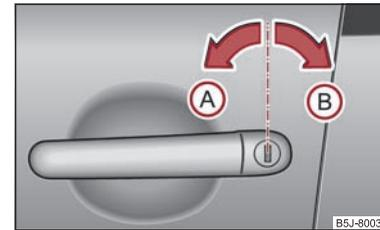

Abb. 25 Schlüsseldrehungen zum Ent- und Verriegeln
- Drehen Sie den Schlüssel im Schließzylinder der Fahrertür in die Fahrtrichtung (Entriegelungsstellung) **A** ⇒ **Abb. 25**.
- Drehen Sie den Schlüssel im Schließzylinder der Fahrertür gegen die Fahrtrichtung (Verriegelungsstellung) **(B)** ⇒ Seite 39, Abb. 25.